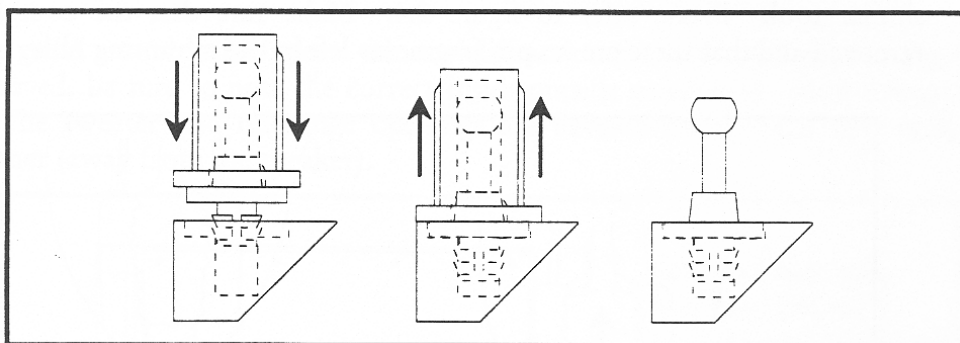

図 3.5 グリルピンをグリルのフレームに取り付ける。ピンのフランジがグリルの表面と同平面になっているかを確かめてください。
5、ピンの取り付け口に、グリルピンの見えている先をあて、ピンとフレームの間にグリルクロスなどが挟まらないかどうか確かめてから、小さなハンマーなどを使って新しいグリルピンを設置場所に穏やかにたたきながらはめ込みます。次にグリルピン取り付け器具を引き抜き、ピンのフランジがグリルの表面と同一平面になっているか確かめてください。(図 3.5 参照)